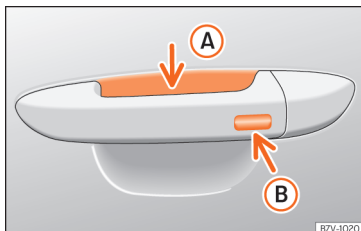

Abb. 68 Türgriff: Sensorflächen.
»» (Abb. 68)
- Berühren Sie die auf der Außenseite des Türgriffs befindliche Sensorfläche »» (Abb. 68) **B**. Alle Blinker leuchten einmal.
- Berühren Sie innerhalb von 5 Sekunden einmal die auf der Außenseite des Türgriffs befindliche Sensorfläche »» (Abb. 68) **B**. Ergreifen Sie dabei nicht den Türgriff. Das System Keyless Access ist jetzt vorübergehend deaktiviert.
Um mit der **Komfortfunktion** alle elektrischen Seitenfenster und das Glasdach zu schließen, lassen Sie einen Finger einige Sekunden auf der Sensorfläche für Verriegelung »» (Abb. 68)  am Türgriff, bis die Seitenfenster und das Dach geschlossen sind.